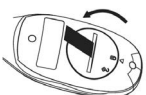

Figura 1
2. Coloque un objeto fino, como una moneda, en el relleno de la tapa. Gire la cubierta en el sentido contrario a las agujas del reloj hasta que la pila salga (véase la figura 1).